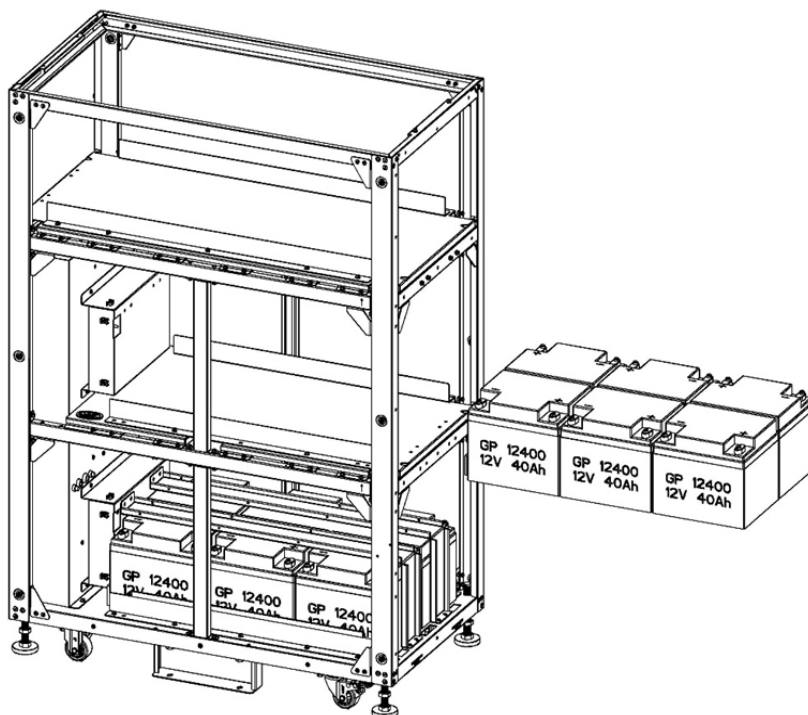

Figura 5-37
5. Vuelva a instalar los soportes y tornillos de sujeción de la batería de la capa 1 (Figura 5-37).
6. Instale 6 módulos de baterías en la capa 2 (Figura 5-37).